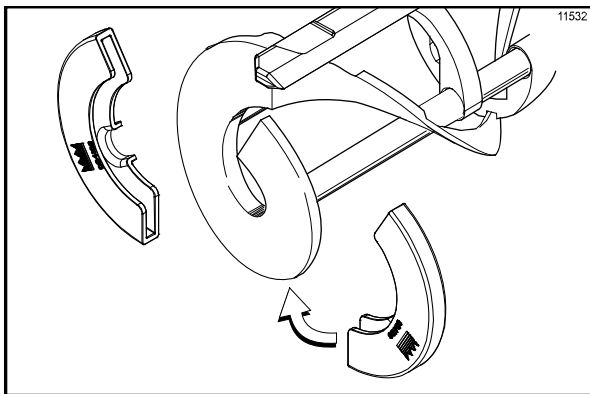

Figure 133
7. Si les sabots du batteur sont en bon état, les installer (Cf. Figure 133).